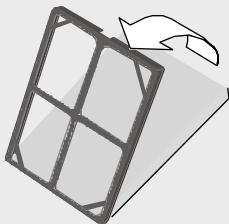

Fig. 21
- Verificar que o filtro purificador duplo activo esteja colocado no posicionador; caso contrário, instale-o tal como se indica na Fig 21. Colocar a parte escura do filtro em contacto com o posicionador.